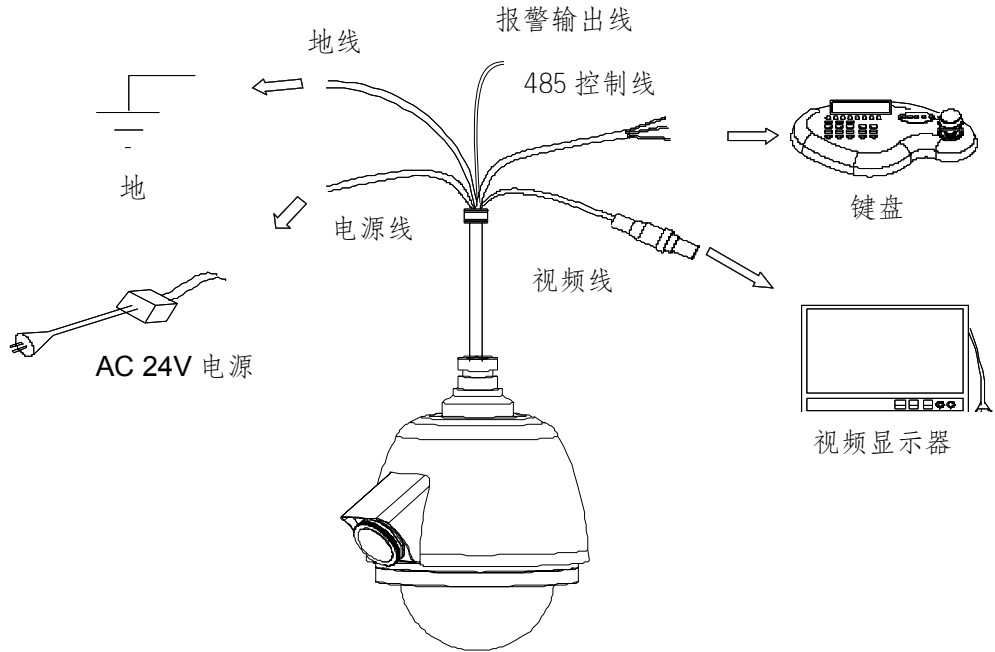

图 3-8
- 3) 连接方式如图 3-8。
RS485 控制线、地线与外界线缆连接好，参见图 3-8。